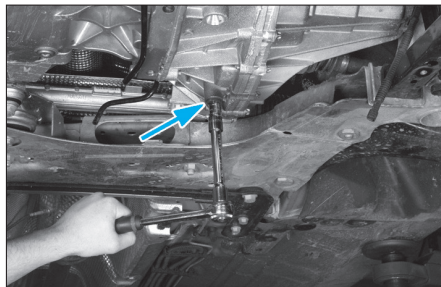

FIG. 1
- Déposer le bouchon de vidange à l'aide d'un carré de 8 mm (Fig.1).